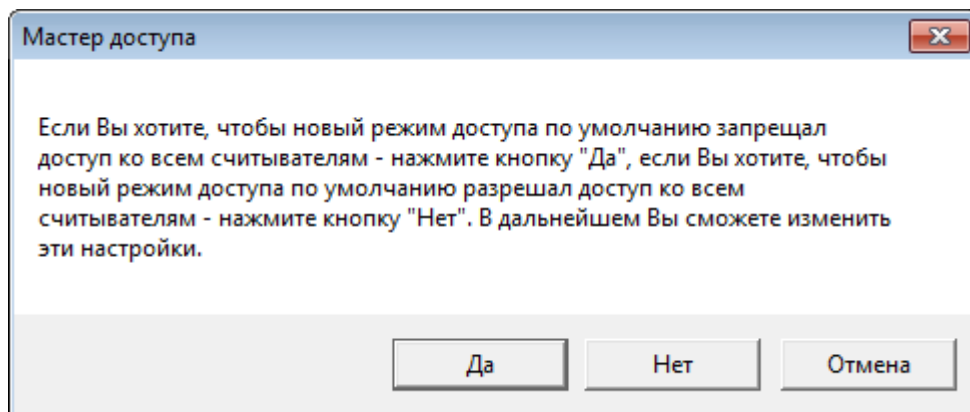

Рисунок 9.117 — Окно **Мастера доступа**
3. В окне мастера доступа (рисунок 9.117) нажмите на кнопку **Да**.